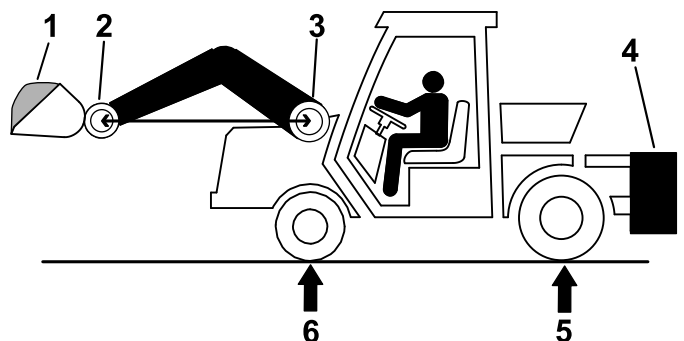

Рисунок 32
- Полностью загрузите ковш, поднимите и переместите его в крайнее переднее положение, как показано на Рисунок 32.
- На весах измерьте полную массу машины (GVW) на переднем и заднем мостах, при этом погрузчик должен быть поднят так, чтобы поворотный палец ковша находился на той же высоте, что и поворотный палец стрелы (Рисунок 32).
**Примечание:** Если R меньше требуемой нагрузки на задний мост (RRAW), балласт не требуется (Рисунок 32).